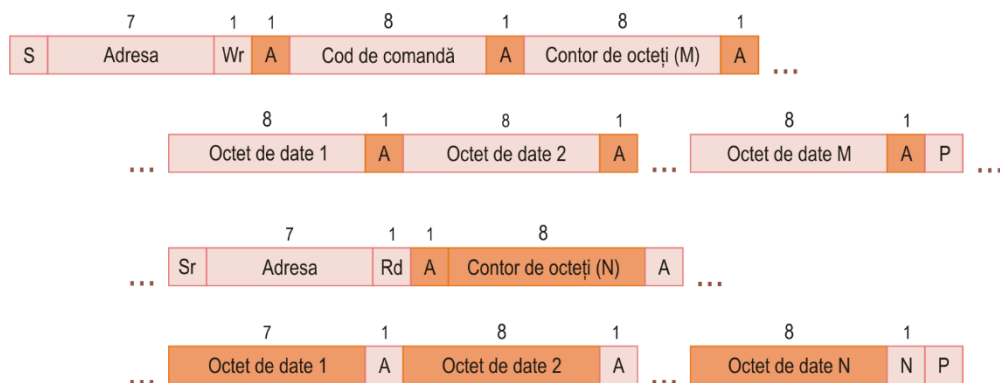

Figura 3.12. Protocolul *Block Write-Block Read Process Call*.
Protocolul *Block Write-Block Read Process Call* (figura 3.12) are două părți. În prima parte a protocolului, dispozitivul *master* transmite adresa dispozitivului *slave*, un bit de scriere, codul de comandă și un contor de octeți de scriere (M) care specifică numărul de octeți care urmează a fi transmiși în prima parte a protocolului. Contorul de octeți de scriere poate fi zero. În a doua parte a protocolului, dispozitivul *master* generează o condiție de START repetată, iar apoi transmite adresa dispozitivului *slave* și un bit de citire. Dispozitivul *slave* va transmite un contor de octeți de citire (N) și un număr de N octeți de date. Contorul de octeți de citire poate fi diferit de contorul de octeți de scriere și poate fi zero. Contorul de octeți combinat (M + N) nu trebuie să depășească 255. De notat că nu există o condiție de STOP înaintea condiției de START repetate.